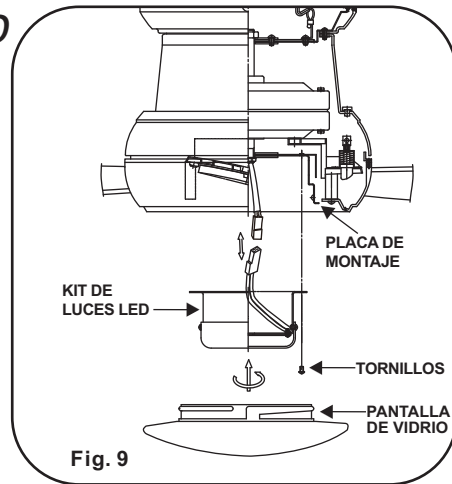

Fig. 9
3. Coloca los orificios tipo ojo de cerradura en el kit de luces LED sobre los 2 tornillos previamente aflojados de la placa de montaje, gira la placa del luces LED hasta que caiga en su lugar en la parte estrecha de los orificios tipo ojo de cerradura. Asegúrala apretando los 2 tornillos de montaje del kit de luces previamente aflojados y el que se quitó previamente. (Fig. 9)
4. Coloque la pantalla de vidrio (o cubierta de metal opcional) contra el placa de montaje y girelo en sentido de las manecillas del reloj hasta que quede firme y seguro. No lo sobre apriete. (Fig. 9)